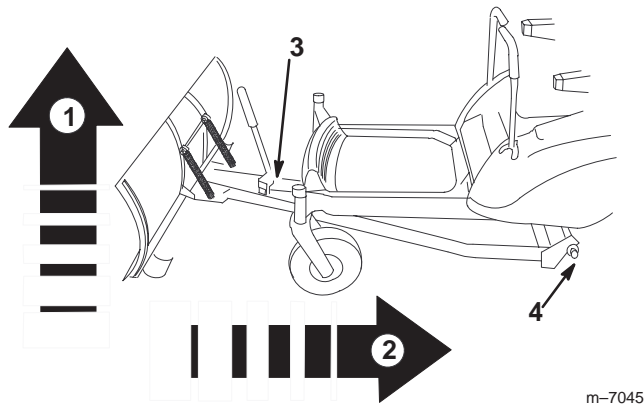

Bild 12
2. Heben Sie das Schneeräumschild an und schieben Sie den Rahmen unter die Zugmaschine, siehe Pfeile in Bild 12.